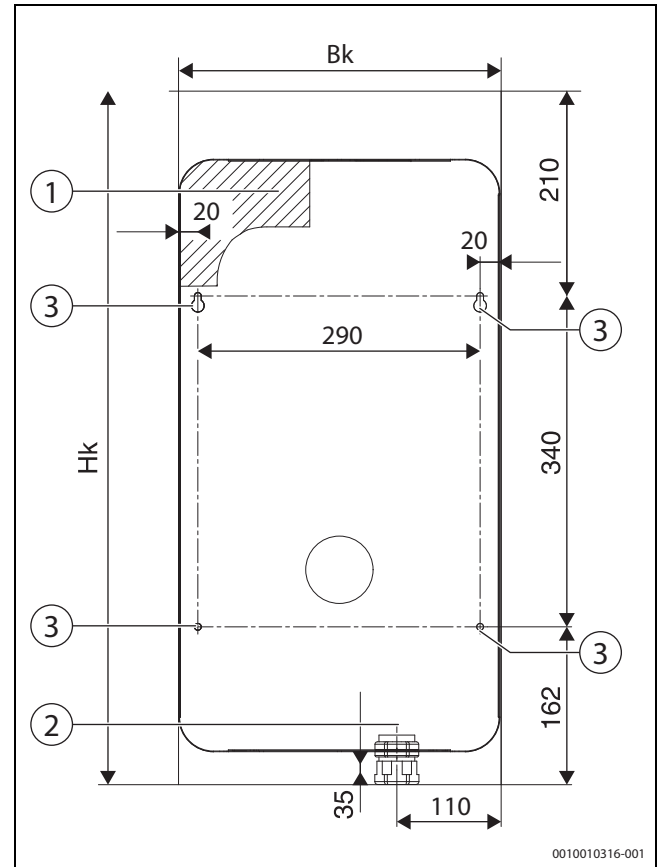

Bild 8 Abmessungen der Bohrungen für das Befestigen des Heizgeräts an der Wand und für das Versorgungskabel beim Heizgerät Tronic Heat 3500 4-12 kW
- Positionen der Bohrlöcher für die Montageplatte anzeichnen. Für das Befestigen können Sie die beigelegte Schablone verwenden (→ Bild 8, Seite 13, [1])